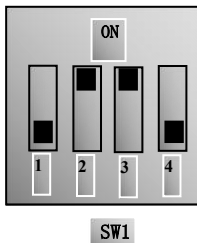
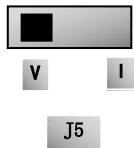

图 5-4
图 5-5
- (5) 对于 EM30 系列变频器控制端子排附近有一个四位红色拨码开关 SW1，如图 5-4 所示。拨码开关选择模拟量输入端子 A11、A12 输入范围（0~5V/0~10V/0~20mA）；通过 F203 选择输入通道。出厂时拨码开关的位置如图 5-4，即 A11 为 0~10V 输入，A12 为 0~20mA 输入；具体拨码开关的位置与调速方式详见下表 5-2。
- (6) 闭合 D13 开关，电机开始正向运转；
- (7) 在运行中，可调节设定电位器，修改变频器当前设定频率；
- (8) 在运行中，断开 D13 开关，再闭合 D14 开关，电机运行方向改变；
- (9) 断开 D13 开关和 D14 开关，电机减速，直到停止运行；
- (10) 断开空气开关，变频器断电。
- (11) EM30 有两路模拟量输出端子 A01、A02，A01 端子既可以输出电压信号也可以输出电流信号，A02 只能输出电流型号，电压电流输出选择开关是 J5，出厂时拨码开关的位置如图，即 A01 为 V，如图 5-5，输出关系如表 5-3；